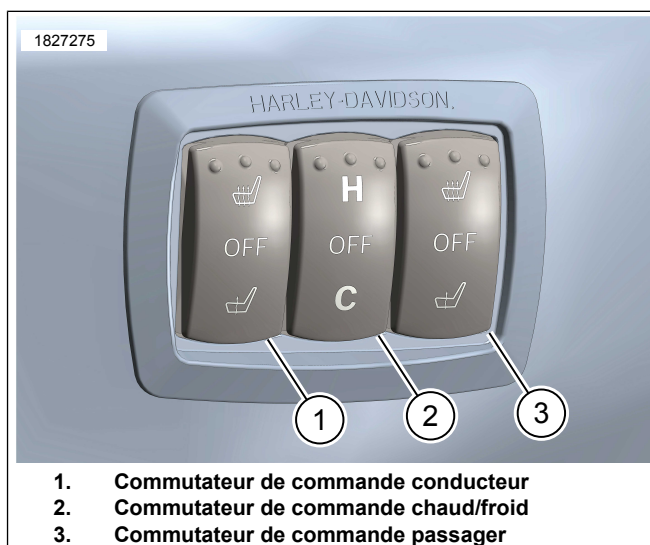

Figure 3. Commutateurs de commande chauffage/refroidissement de la selle
1. Voir la figure 3. Interrupteurs (1, 3):
- d. La commande du conducteur (1) est située à proximité de la position assise du conducteur.
- e. La commande du passager (3) est située à proximité de la position assise du passager.
2. Voir la figure 3. Interrupteur (2) :